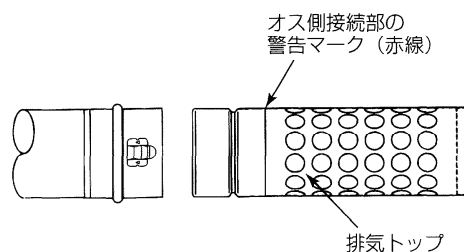

図 6
- 2) 排気トップとKPパイプの接続は、オス側接続部の警告マーク(赤線)のところまで、十分に差し込んでください。図6を参照してください。確実に接続されると「カチット」音がします。
① KPパイプ接続時のご注意
- KPパイプを接続する時は、オス側接続部の警告マーク（赤線）のところまで、十分に差し込んでください。確実に接続されると「カチット」音がします。図6を参照してください。
② 排気筒の固定方法